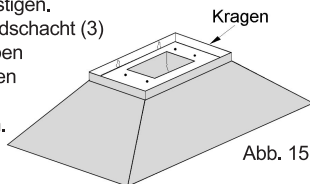

Abb. 15
Den Grundschacht (3) mit eingeschobenem Teleskopschacht (2) auf den ca. 2 cm hohen Kragen des Haubenkörpers aufsetzen (Abb. 15). Bitte beachten: Schacht über den Kragen! Also Schacht außen, Kragen innen. Nun den Teleskopschacht (2) bis zur Raumdecke hochziehen und am Montageblech (9) mit 2 Schrauben 3,5x10 (17) befestigen.